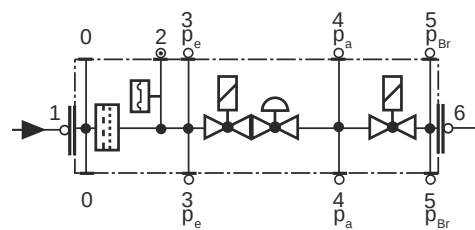

Fig. 17
- Cambiar el filtro cuando Δp entre las tomas de presión 1 y 3 sea > 10 mbar (Fig. 17).
- Cambiar el filtro cuando Δp entre las tomas de presión 1 y 3 (Fig. 17) sea dos veces mayor que el valor registrado durante el último control.